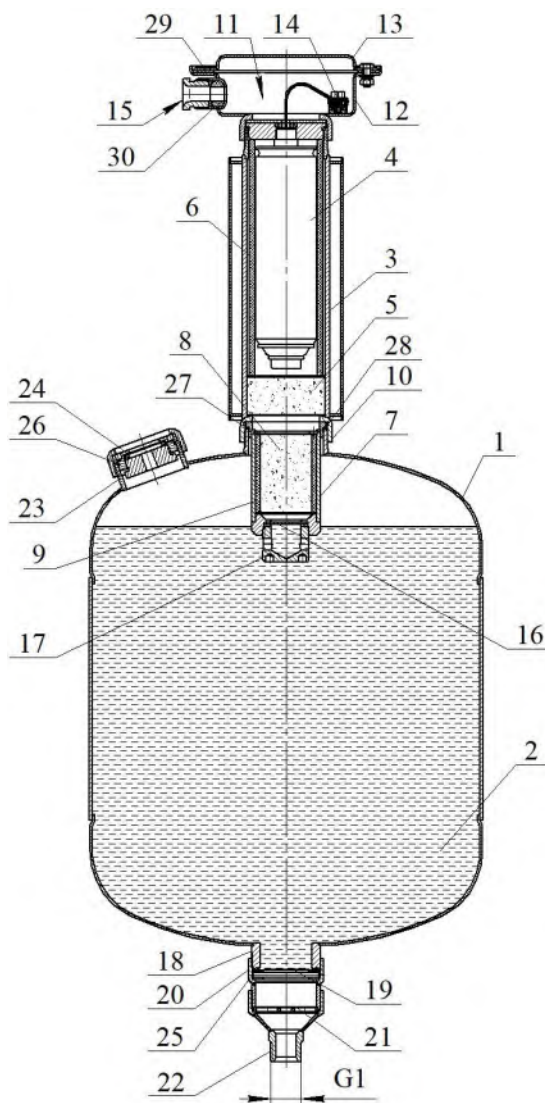

Рисунок 1
1.4.1.1 МУПТВ (см. рисунок 1) состоит из корпуса 1, заправленного ОТВ 2, газогенерирующего устройства 3 и мембранного рабочего узла, смонтированного в нижней части модуля. В корпусе газогенерирующего устройства установлены ИХГ 4 с элементом электропусковым и фильтр-охладитель 5, содержащий пористый искрогасящий материал. В зазоре между ИХГ 4 и корпусом газогенерирующего устройства 3 расположена втулка 6 из теплозащитного материала. За газогенерирующим устройством 3 расположен корпус 7 с фильтром-охладителем 8 из пористого искрогасящего материала. Между фильтром-охладителем 8 и корпусом 7 установлена втулка 9 из теплозащитного материала. Корпус 7 с фильтром-охладителем 8 закреплен на горловине корпуса 1 гайкой 10 газогенерирующего устройства 3. Соединительные провода элемента электропускового ИХГ 4 выведены в коробку 11 через герметизированный узел, обеспечивающий требуемую (не ниже IP67) степень защиты от внешних воздействий. Коробка 11 состоит из фланца 12 газогенерирующего устройства 3 и крышки 13. Наружные концы проводов элемента электропускового ИХГ 4 при хранении и транспортировании замкнуты путем их соединения в зажиме контактным винтовым 14, установленным в коробке 11 со степенью защиты от внешних воздействий IP65. Технология соединения проводов элемента электропускового с пусковым кабелем в зажиме контактным винтовым 14 описана в разделе 2.1 настоящего паспорта. Электрические зазоры и пути утечки между неизолированными токоведущими частями (контактных зажимов и
Залить в отверстие верхней горловины **23** (см. рисунок 1) воду (питьевую либо дистиллированную) (температура воды должна быть плюс ($15...25^{\circ}\text{C}$) объемом $26,2^{+0,05}$ дм³. Открыть упаковки с жидкими добавками к воде и залить их в отверстие верхней горловины **23**.
2.1.6.3 Полученный раствор ОТВ залить в отверстие верхней горловины 23 (см. рисунок 1). Для окончательного приготовления ОТВ открыть упаковки с жидкими добавками к воде и залить их в отверстие верхней горловины 23.
2.1.9 Соединить штуцер 13 (см. рисунок 1) с трубной разводкой.